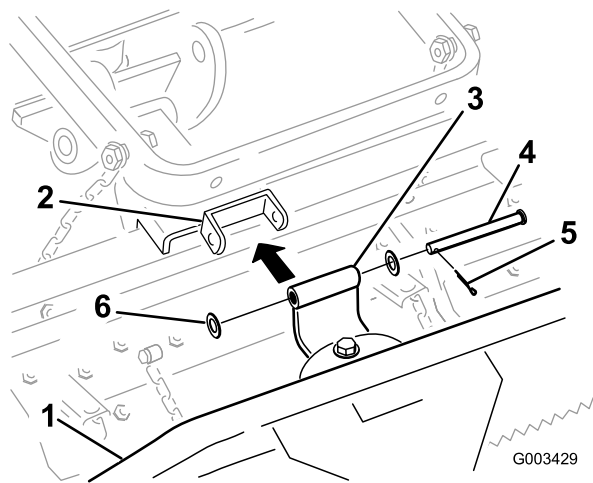

Рисунок 4
2. Подсоедините кронштейн поворота к зубчатым граблям, как показано на Рисунок 4.